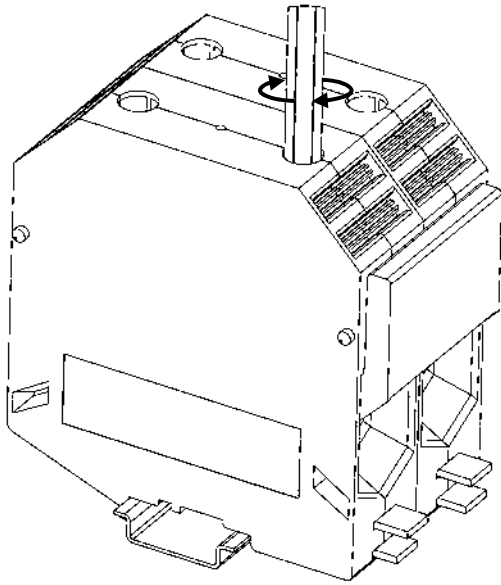
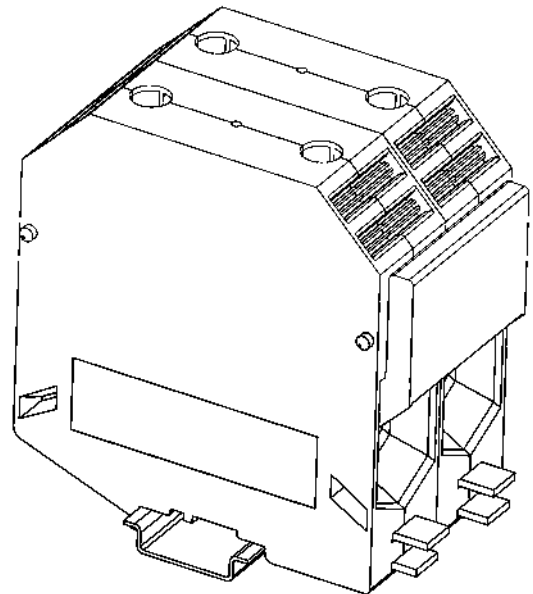

Рисунок 39 – фиксация перемычки в точке подключения
Рисунок 40 – зафиксированная перемычка
- Вставьте подходящий инструмент в круглое отверстие клеммы и, закручивая каждый винт соединенных между собой клемм по часовой стрелке, зафиксируйте перемычку в точке подключения (рис. 39). Извлеките инструмент из отверстия клеммы, винт зафиксирует перемычку в точке подключения (рис. 40).